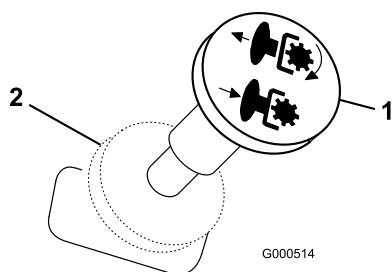

Figura 7
2. Disinserite le lame spostando il comando delle lame in posizione Off (Figura 7).